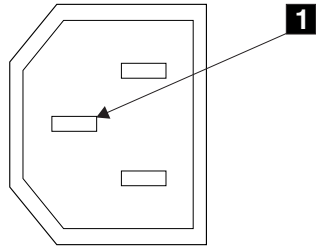

Figure 2. Broche de mise à la terre
6. Vérifiez la continuité entre le châssis du SAN Volume Controller 2145-8F2 et la broche de mise à la terre de chaque connecteur d'alimentation électrique. La broche de mise à la terre est représentée par **1** sur la Figure 2.